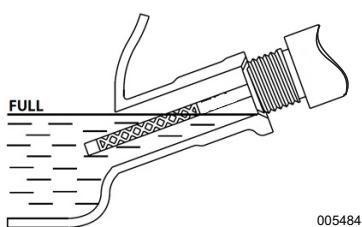

Figure 2-8. Plage de niveau sécuritaire
- Voir **Figure 2-8**. Pour vérifier le niveau d'huile, retirer l'entonnoir et insérer la jauge dans l'orifice de remplissage sans la visser.